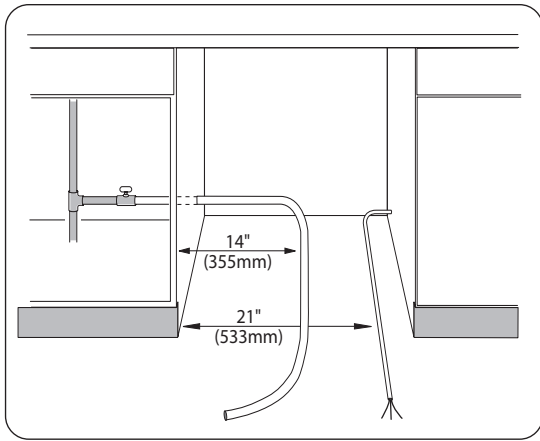

Ilustración 18
- 1) Enderece y acomode el tubo de alimentación de agua caliente y el cable de alimentación eléctrica como muestra la Ilustración 18 de modo que queden en línea con sus propios canales en la base de la lavadora.